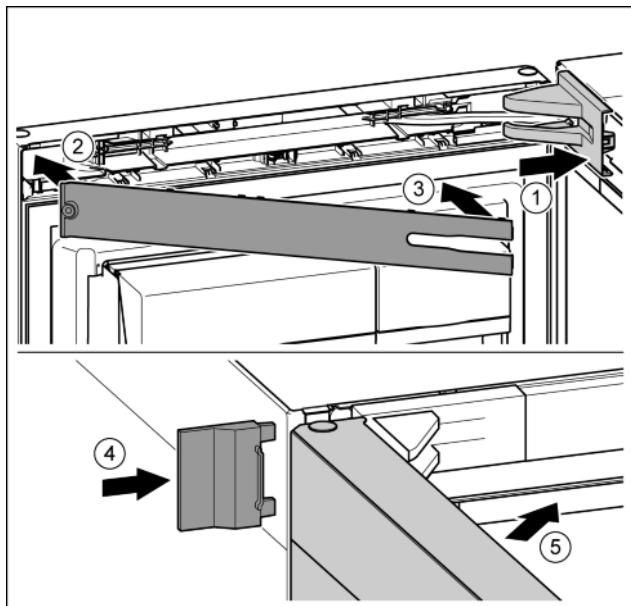

Fig. 44
- ▶ Крышку опорного кронштейна установить и зафиксировать, при необходимости, осторожно разжать. Fig. 44 (1)
- ▶ Установить накладку. Fig. 44 (2)
- ▶ Наклонить и защелкнуть накладку. Fig. 44 (3)
- ▶ Надвинуть внешнюю крышку. Fig. 44 (4)
- ▶ Закрыть верхнюю дверь. Fig. 44 (5)